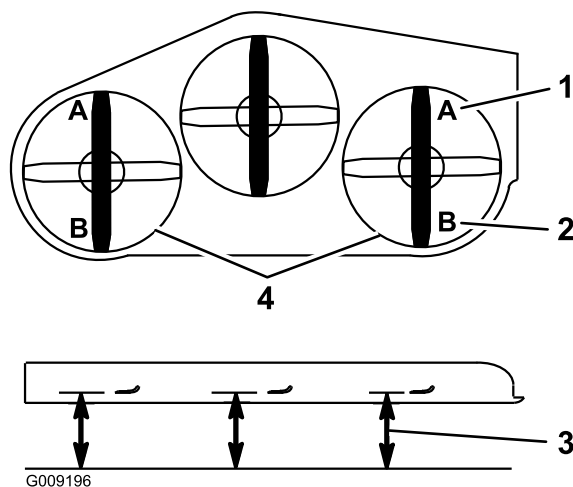

Figure 87
9. De chaque côté du tablier de coupe, mesurez la distance entre la surface plane et la pointe avant de la lame (position A). On doit obtenir un écart de 7,6 cm (3 po) (Figure 87).
- De chaque côté du tablier de coupe, mesurez la distance entre la surface plane et la pointe arrière de la lame (position B). On doit obtenir un écart de 8,3 cm (3 1/4 po) (Figure 87).